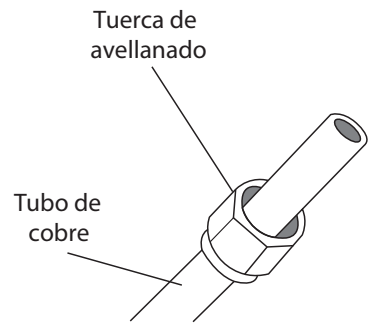

Fig. 5.3
3. Coloque tuercas de avellanado a ambos extremos del tubo. Asegúrese de que estén colocadas en el sentido correcto, porque no podrá colocarlas ni cambiar el sentido después de avellanar. Consulte la Fig. 5.3